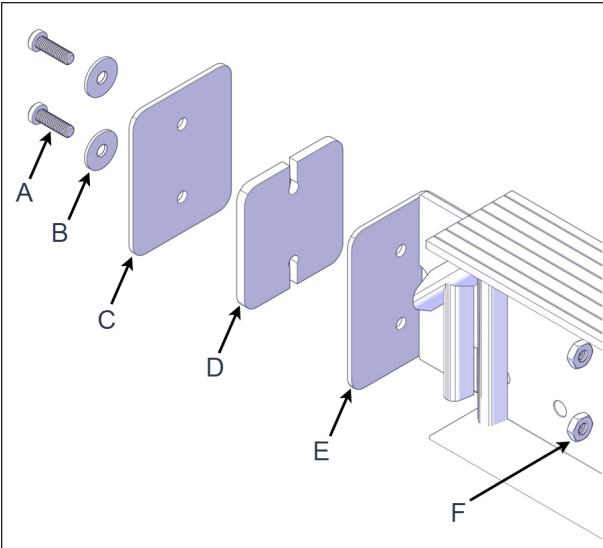

FIGURE 17: INSTALLATION DES PLAQUES DE FIXATION I À C AVEC LES PROFILÉS EN I
1. Assembler les deux plaques de fixation des profilés en I comme montré sur la Figure 17.
2. Utiliser des vis n° 10-32 x 5/8 po et des écrous n° 10-32. Insérer la cale espaceur I à C entre la plaque de fixation courte I à C et le support I à C. Les vis et les écrous peuvent maintenant être correctement serrés, voir Figure 17.